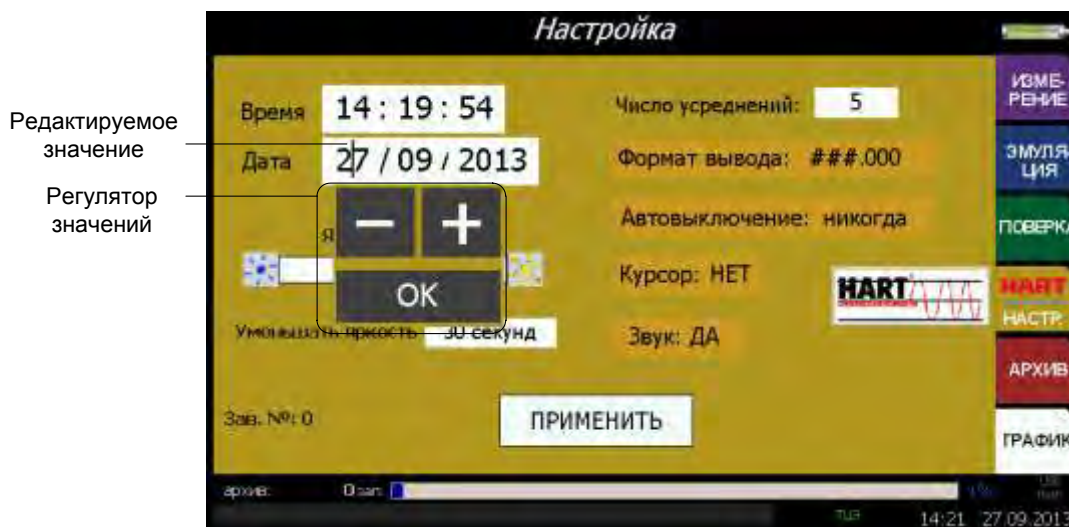

Рисунок 2.50
2.6.4.3 Параметр «**Дата**» предназначен для просмотра и/или установки новой текущей даты, представленной в формате: «**дд:мм:гггг**» (рисунок 2.50).